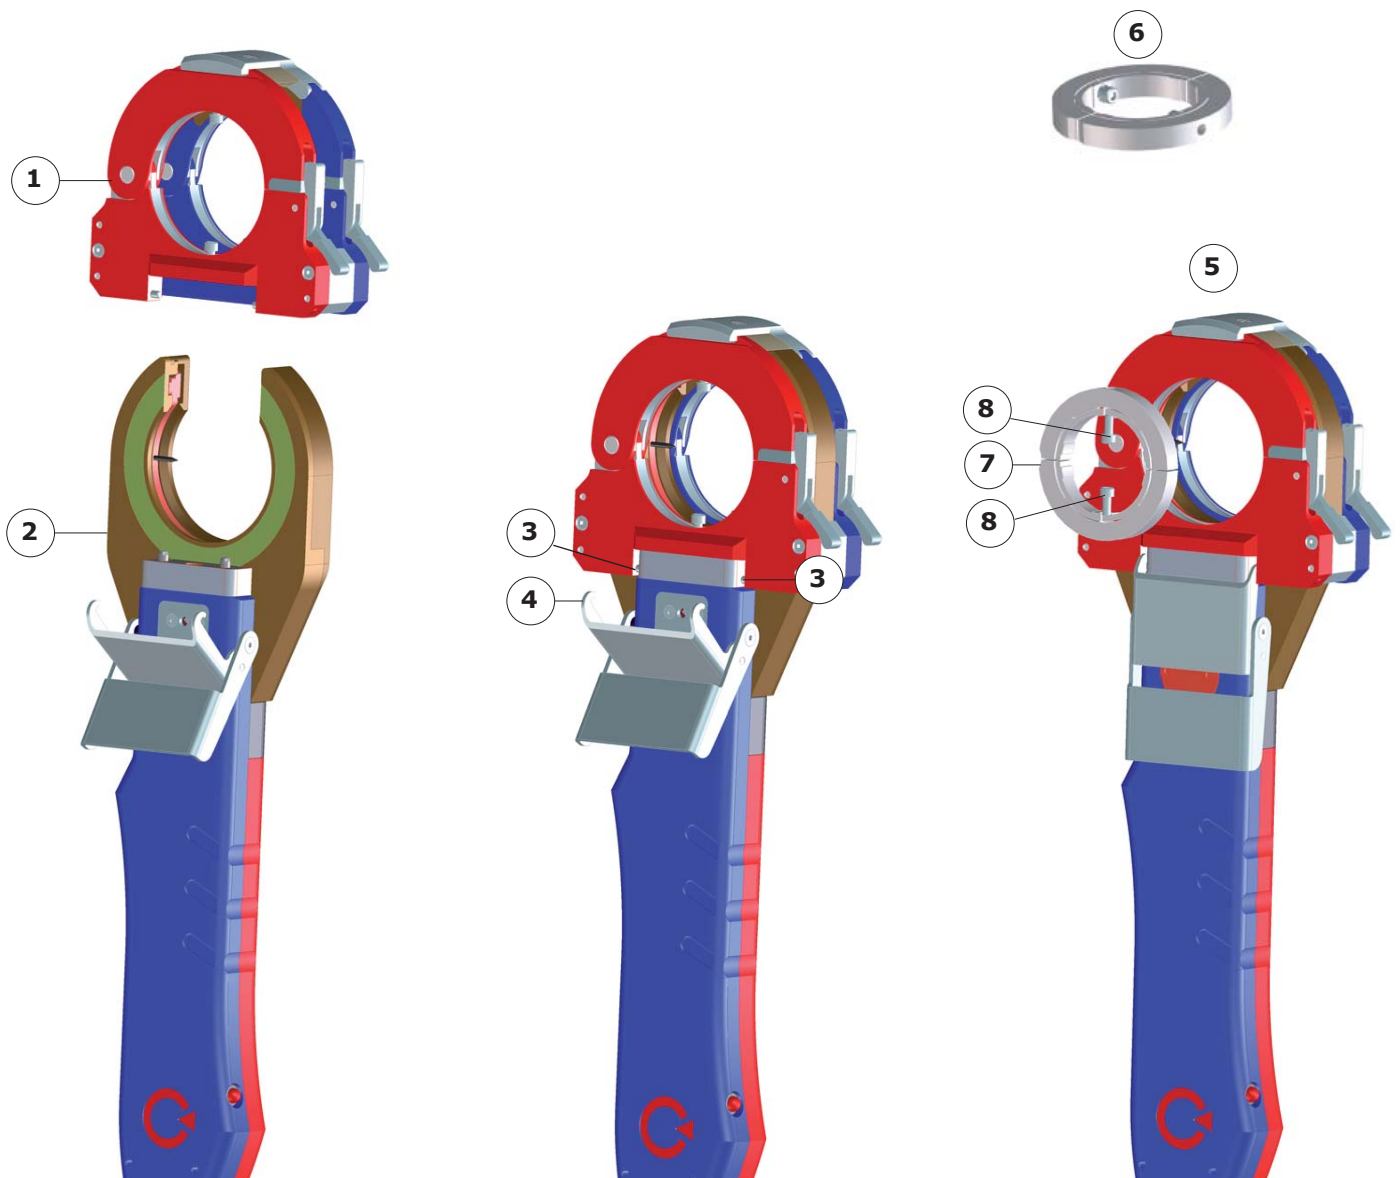

Abb. 5.5 - Montieren des Spannsystems und Einsetzen der TCI-Spannschalen
- Die Halterung (Abb. 5.5 - Index 1) auf das Elektroden-Zahnkranzmodul (Abb. 5.5 - Index 2) aufstecken. Die Nocken zum Einhaken (Abb. 5.5 - Index 3) und der Verschluss des Griffstückes (Abb. 5.5 - Index 4) müssen sich auf der gleichen Seite der Zange befinden.
- Die Halterung durch Verriegeln des Verschlusses auf dem Griffstück befestigen (Abb. 5.5 - Index 5).
- Die Spannschalen (Abb. 5.5 - Index 6) einsetzen. Da sie von unsymmetrischer Gestalt sind, müssen sie so positioniert werden, dass die entsprechenden Markierungen übereinstimmen. Die Ausnehmung an der Spannschale (Abb. 5.5 - Index 7) muss sich auf der gleichen Seite befinden wie das Scharnier der Halterung. Die Spannschalen durch Anziehen der Zylinderschrauben mit Innensechskant (Abb. 5.5 - Index 8) befestigen.